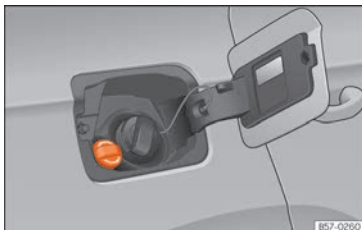

Fig. 302 Bouchon de la goulotte de remplissage du réservoir d'additif AdBlue.
- Ouvrez la trappe à carburant »» fig. 302.
- Dévissez le bouchon de l'orifice de remplissage de SCR »» fig. 302.